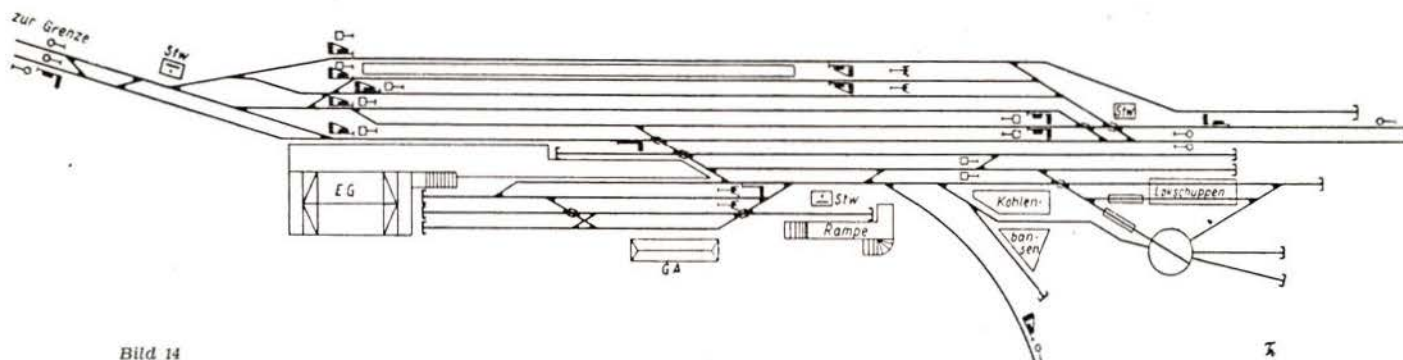

Bild 14
14. Grenzbahnhof (Bild 14)
Zum Schluß sei noch im Bild 14 eine Übersichtsskizze des Gleisplanes eines größeren Grenzbahnhofes an einer zweigleisigen Transitstrecke und abzweigender Nebenbahn gezeigt. Hier werden alle Arten von Reisezügen gebildet und aufgelöst, Kurswagen von D-Zügen sowie geschlossene Güterzüge gehen nach der Zollabfertigung über die nahe Grenze. Eine sehr interessante Bahnanlage stellt dieser Bahnhof dar, jedoch kann er als Modell nur auf Großanlagen nachgebildet werden.